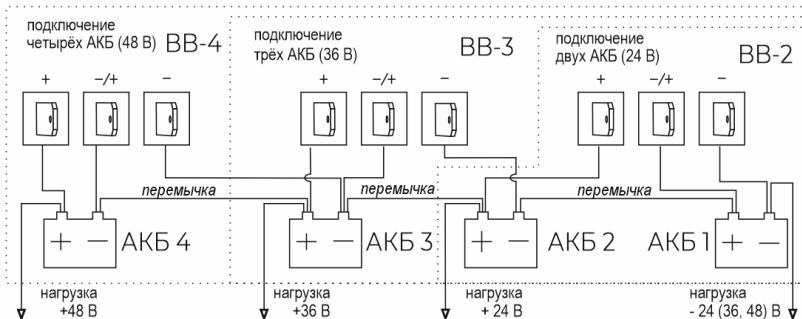

Рисунок 4. Схема подключения АКБ
- Подключить перемычки из комплекта поставки к клеммам на задней панели изделия согласно прилагаемой схеме (красный провод к клеммам «+», чёрный (синий) к клеммам «-» (см. рисунок 4);